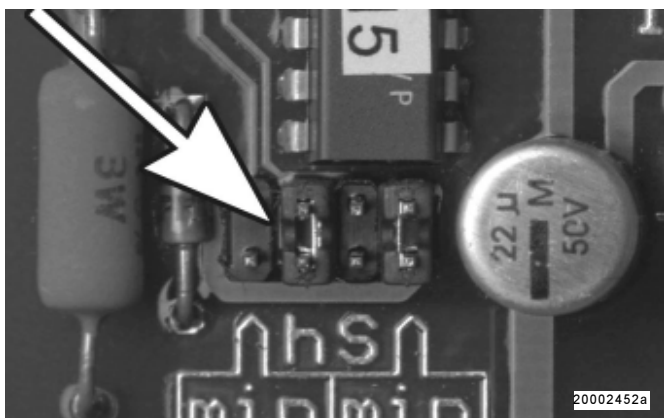

Abb. 26 - Vorwahl des Zeitbereiches
Hinweis : Zur Verstellung eines Jumpers (Abb. 26 oder 28), muß die Steuerplatine ausgebaut werden.
• Die Zeitbereiche können durch Umstecken des Jumpers (Abb. 26) an der Steuerplatine verändert werden